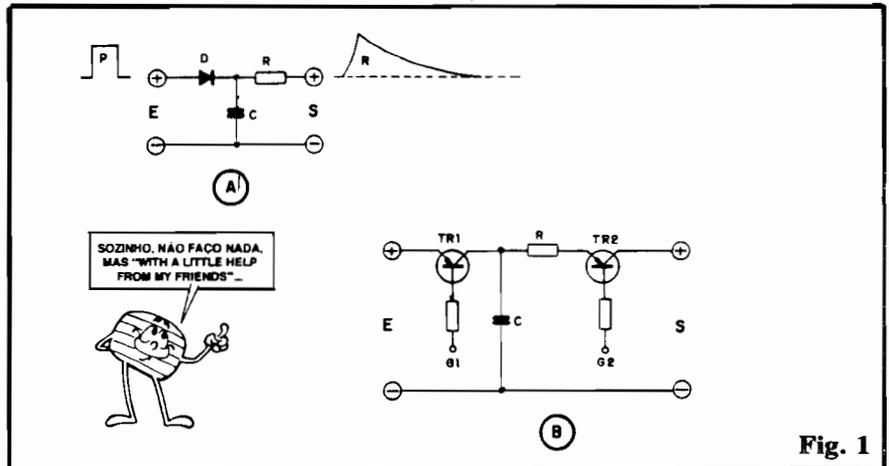

Fig. 1
ou passivos (diodos e cia.), anexados ao mais simples arranjo RC permitem uma série de "truques" práticos, extremamente utilizados nos mais diversos circuitos e aplicações. Veja, por exemplo, a fig. 1-A... Nela, o arranjo RC básico trabalha em conjunto com um simples DIODO (ver "Aula" do ABC nº 3...), este intercalado na linha de entrada (E), correspondente ao "caminho" de CARGA do capacitor C... Podemos, no caso, aplicar (através do DIODO), um pulso P com a suficiente TENSÃO, proveniente de fonte capaz de fornecer a necessária CORRENTE, de modo a promover a (praticamente) **imediate** CARGA do capacitor C. Uma vez estabelecida tal CARGA ("quase" instantânea, portanto...), o capacitor C **não pode** se descarregar via circuito de entrada E, em virtude do DIODO passar a "ver" uma polarização reversa... "Sobra" assim, ao capacitor C um único "caminho" para descarga: via resistor R, em direção ao circuito de aplicação ou Saída (S). Tudo se passa, então, como se o capacitor C estivesse ligado **unicamente** ao resistor R, e assim o tempo de descarga se desenvolverá pela rampa R, de duração **muito** maior do que a apresentada pelo brevíssimo pulso P de carga! Observe que o processo é totalmente automático, auto-gerido... Aplicamos um brevíssimo pulso P de carga (ou manualmente ou via um pré-bloco de controle eletrônico do módulo) e o "resto" é providenciado pelo próprio arranjo, que passa a efetuar a (relativamente) lenta descarga, em "rampa", na direção da Saída (S). Portanto, um **mesmo** arranjo RC possibilita CARGA RAPIDÍSSIMA e DESCARGA LENTA... Deu pra "sacar"...? Na prática da circuitagem eletrônica, contudo, a "coisa" não fica por aí... Observe agora a fig. 1-B, centrada num arranjo RC idêntico ao anteriormente visto, porém agora contendo transistores intercalados nos "caminhos" de CARGA (TR1) e DESCARGA (TR2) do capacitor. Considere (como foi feito no exemplo da fig. 1-A) a entrada E como o ponto de "apli-